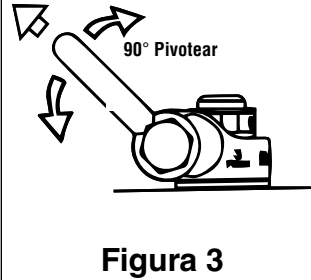

Figura 3
- Enganche el dispositivo de izaje asegurándose de que se ajuste libremente al aro del cáncamo (ver Figura 3).
- El cáncamo debe girar a su posición normal de operación con el grillete alineado con la carga como se muestra en Figura 3. Si el grillete está orientado como se indica en Figura 4, **NO LEVANTE.**
- ASTM A-563 (A) Grado D Hexagonal Guesa